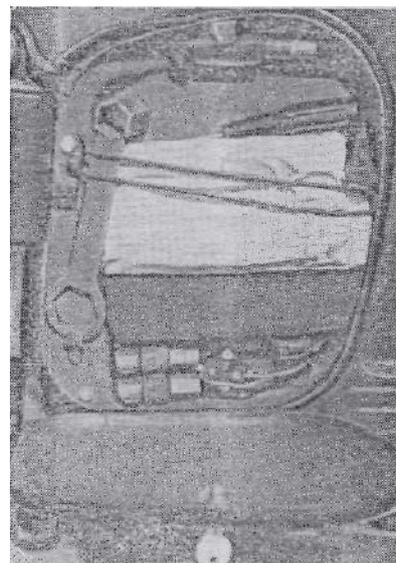

Рис. 42. Использование пространства в инструментальном ящике
8. Чаще всего из инструментов мотоциклисту нужны отвертка и свечной ключ. Поэтому целесообразно в сумку их не заворачивать, а устанавливать в специальных зажимах, расположенных в инструментальном ящике. Запасные свечи удобно хранить в держателях, рядом со свечным ключом. Для защиты электродов на свечи надевают полиэтиленовые пробки от бутылок. Кстати, инструментальная сумка не будет мешать закрывать ящик, если ее прижать к стенке резиновым кольцом, накинутым на крючки (рис. 42).